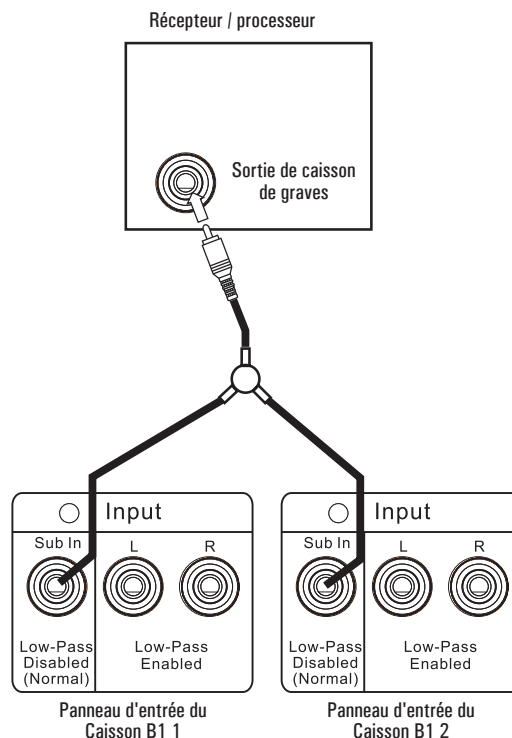

Figure 11 : connexion à plusieurs caissons de graves B1
1. Branchez un câble de liaison RCA de la sortie pour caisson de graves ou LFE du processeur / récepteur à l'entrée simple de l'adaptateur en Y, comme représenté dans la figure 11.